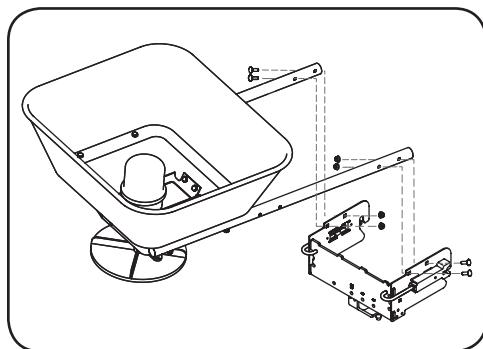

Figure 1-8
- Fixez la partie recourbée des tubes sur la partie supérieure du support d'attelage avec deux boulons de carrosserie et deux écrous autobloquants par tube. Voir Figure 1-8.